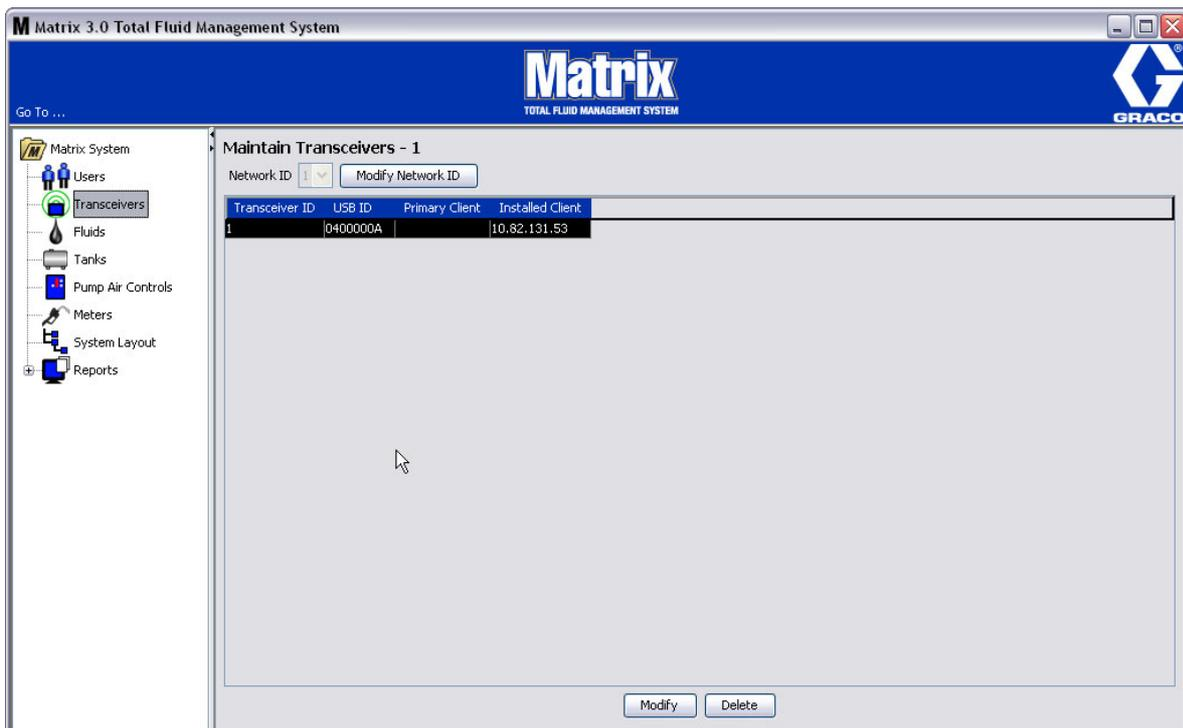
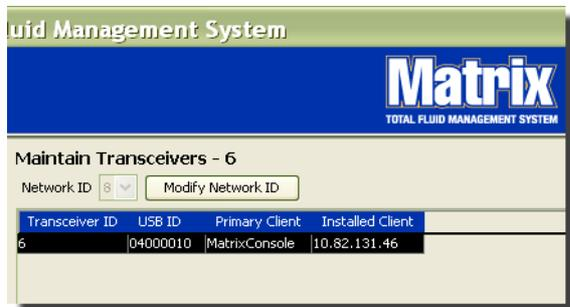

ABB. 58
ABB. 59
Über das in ABB. 58 gezeigte Fenster „Sendeempfänger der Matrix 3 Basic Software“ können Sie:
2. Wählen Sie die in ABB. 59 gezeigte Schaltfläche „Netzwerk-ID ändern“, um die Netzwerk-ID festzulegen.
4. Die nun ausgewählte Netzwerk-ID-Nummer wird im oberen Bereich des Fensters „Sendeempfänger“ im Feld „Netzwerk-ID“ angezeigt, wie in ABB. 58 und ABB. 59 gezeigt.